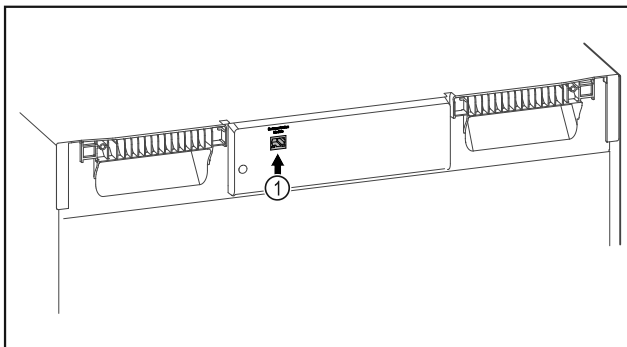

Fig. 99
- SmartModule Fig. 99 (1) is geplaatst.